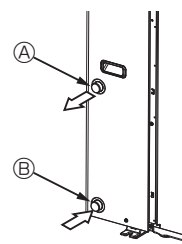

Fig. 4-1
4.1. Collegamento delle tubazioni dell'acqua (Fig. 4-1)
- La Fig. 4-1 indica la posizione dei tubi interni ed esterni.
[Fig. 4-1]